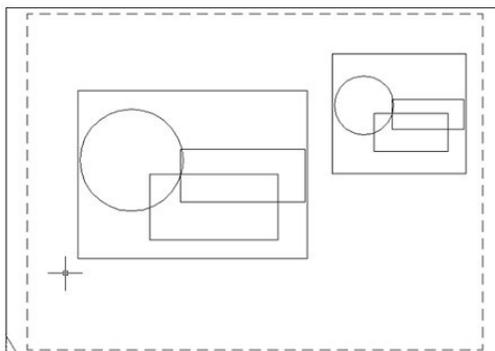

Figura 12.12 - Folha na pasta *LAYOUT (ELE01-04)* com duas *VIEWPORTS* abertas.
4. Repita o procedimento de criação de uma nova *VIEWPORT*, colocando-a ao lado da primeira já aberta. No final o resultado será algo parecido com a ilustração apresentada na figura 12.12.